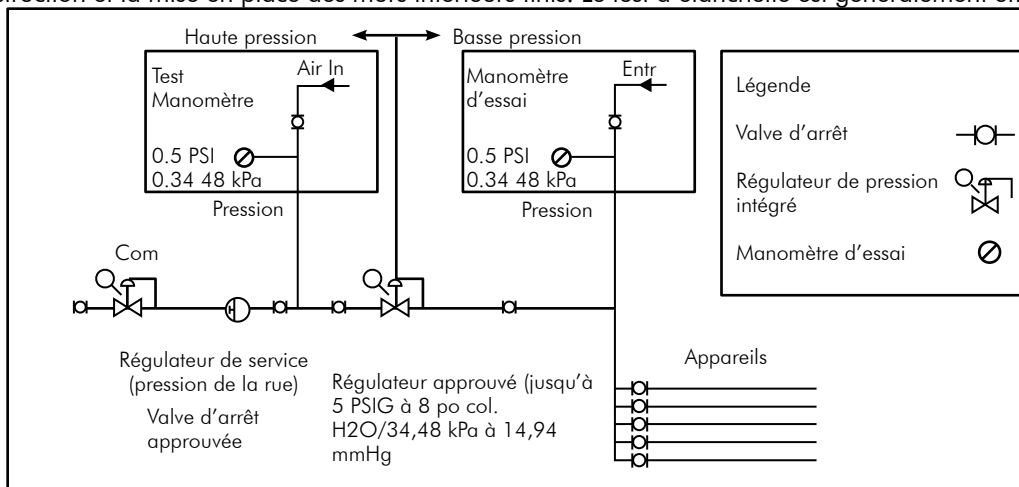

FIG. 6-1 Pressure Test Requirement for Elevated Pressure Systems
- Un système de 2 PSI (13,79 kPa) exige généralement un test de pression de 3 PSI (20,69 kPa), selon le code local. Le test peut être effectué en une fois en remplaçant le régulateur par un dispositif de dérivation appropriée pour tester la pression de l'ensemble du système. Il est également possible d'effectuer un test en deux parties, comme le montre la **FIG. 6-1**.